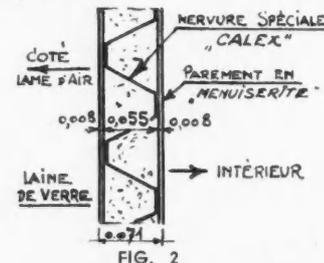

FIG. 2
b) Mur composé avec revêtement isolant en panneaux « CALEX » (fig. 2) comprenant :